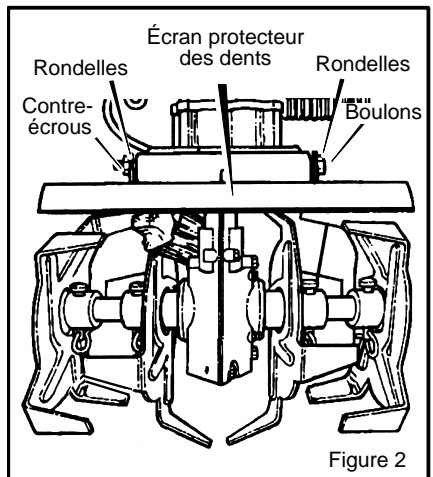

Figure 2
- 2. Retirez les **contre-écrous**, les **rondelles** et les **vis de de l'écran protecteur des dents** (voir Figure 2).